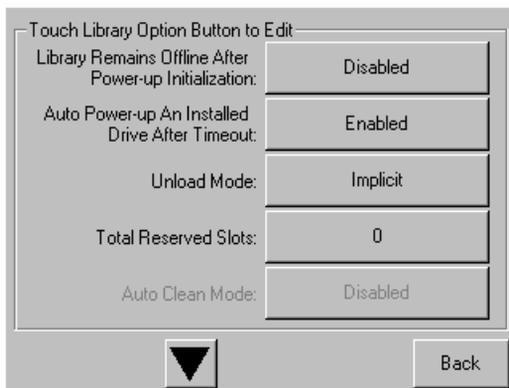

Figura 27: Pantalla Total reserved slots (Número total de ranuras reservadas)
2. En la pantalla de opciones **Library** (Biblioteca), pulse la ▼ para desplazarse a la pantalla que contiene la opción **Total Reserved Slots** (Número total de ranuras reservadas), (consulte la Figura 27).